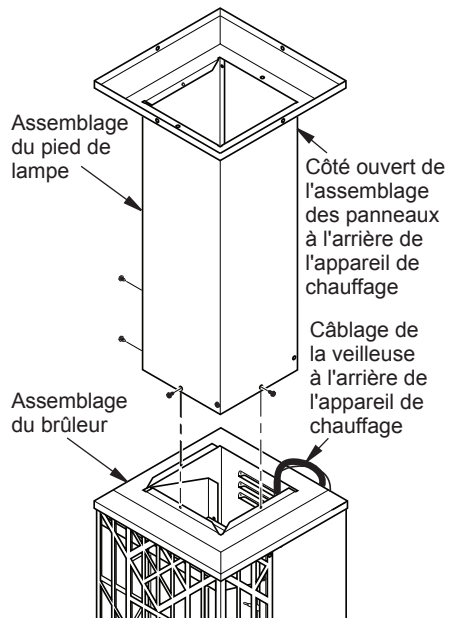

Figure 6 - Raccordement du pied de lampe et de l'assemblage du brûleur
4. Placez l'assemblage des panneaux et de la collerette du pied de lampe sur l'assemblage du brûleur en alignant l'arrière de chaque assemblage. Voir figure 6. Fixez avec 3 vis (H).